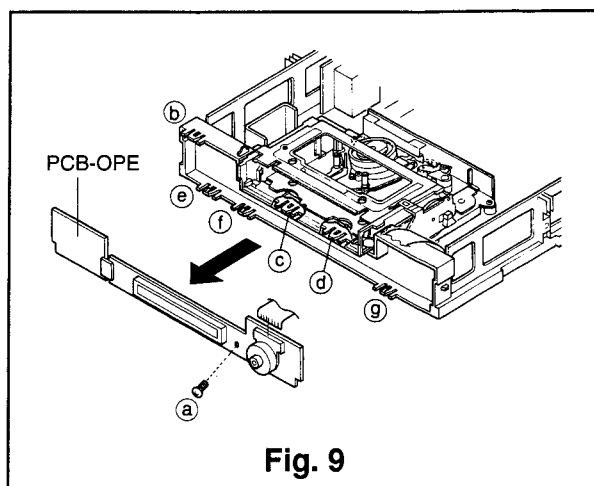

Fig. 9
- 2) Enlever la vis de fixation (a) montrée dans la Fig. 9 (HS-M400V/HS-M300V uniquement).
- 3) Défaire les six fixations (b à g) montrées dans la Fig. 9 pour déposer la CCI horloge/ope.